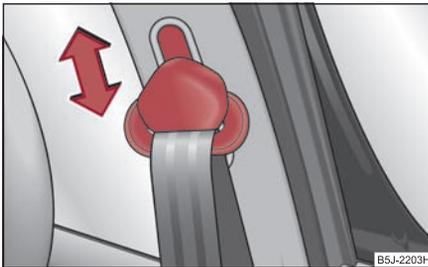

Abb. 5 Vordersitz: Gurthöheneinstellung
- Zum Einstellen drücken Sie auf den Umlenkbeschlag und verschieben ihn nach oben bzw. unten ⇒ Abb. 5.